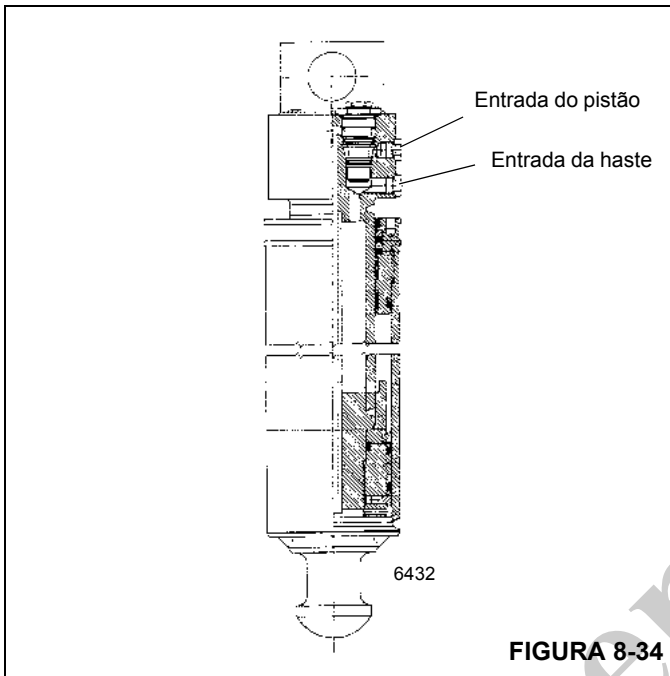

FIGURA 8-34
2. Remova a mangueira do lado da haste do cilindro do macaco suspeito de estar com vazamento (Figura 8-34). O óleo fluirá até que a cavidade no bloco de entradas do cilindro se esvazie. Quando a cavidade no bloco de entradas estiver vazia, o óleo deve parar de fluir da entrada do lado da haste.
- Remova a mangueira do cilindro do lado do pistão do cilindro do macaco suspeito de estar com vazamento (consulte a Figura 8-34). O óleo fluirá até que a cavidade no bloco de entradas do cilindro se esvazie. Quando a cavidade no bloco de entradas estiver vazia, o óleo deve parar de fluir da entrada do lado do pistão.